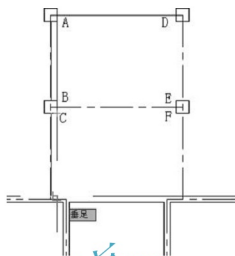

图 2.56 绘制墙体
(1) 保持当前层仍为【墙】图层。
(2) 执行菜单栏中的【绘图】|【多线】命令 (快捷键 ML), 启动【多线】命令。
① 在**指定起点或 [对正 (J) / 比例 (S) / 样式 (ST)]**: 提示下, 输入 “J” 后按 Enter 键。
② 在**输入对正类型 [上 (T) / 无 (Z) / 下 (B)] <上>**: 提示下, 输入 “T” 后按 Enter 键, 将对正方式改为 “T” (上对正), 此时比例仍为 “240”。
③ 在**指定起点或 [对正 (J) / 比例 (S) / 样式 (ST)]**: 提示下, 捕捉图 2.56 所示的 A 点作为多线的起点。
④ 在**指定下一点或 [闭合 (C) / 放弃 (U)]**: 提示下, 捕捉 B 点作为多线的终点, 按 Enter 键结束命令。
(3) 执行菜单栏中的【工具】|【草图设置】命令, 打开【草图设置】对话框。选择【对象捕捉】选项卡后, 勾选【垂足】捕捉复选框。
(4) 执行【多线】命令(快捷键 ML)。
① 在指定起点或[对正(J)/比例(S)/样式(ST)]:提示下,捕捉 C 点。
② 在指定下一点或[闭合(C)/放弃(U)]:提示下,将光标向下拖至与外墙相接处会出现垂直捕捉点,如图 2.56 所示,此时单击该点,然后按 Enter 键结束命令。
(5) 按 Enter 键重复【多线】命令。